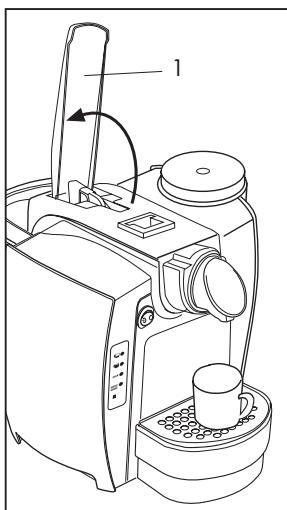
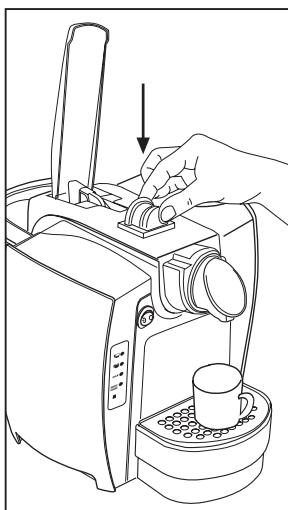

Fig. 9
Fig. 10
- Soulever lentement vers l'arrière (jusqu'à l'arrêt) le levier de commande (1) **(Fig. 9)** et introduire une capsule dans l'espace prévu **(Fig.10)**